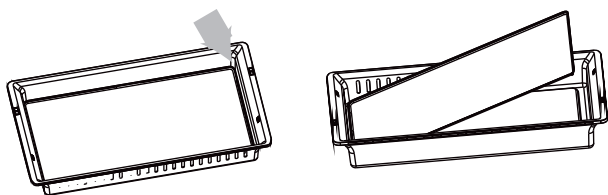

Figura 7
- 2) Levante un lado con sus manos y, con suavidad, quite la placa (recomendamos usar guantes de trabajo). Consulte la Figura 7.